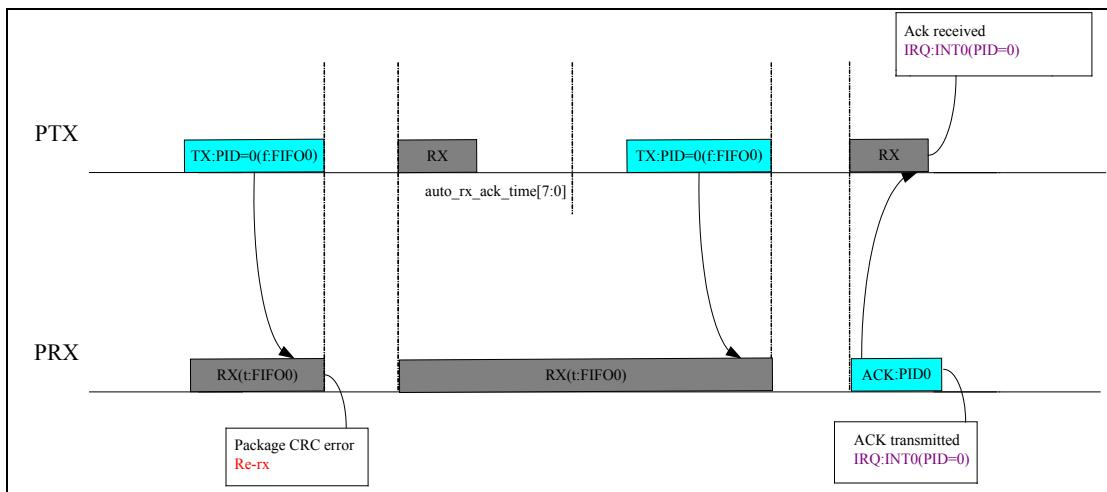

图 14-7 PRX 自动重传中断示意图
- ◆ PRX 在接收 CRC 完成后若出现 CRC 错误将不切换 RX 模式而等待自动重传 (详见图 14-7)。